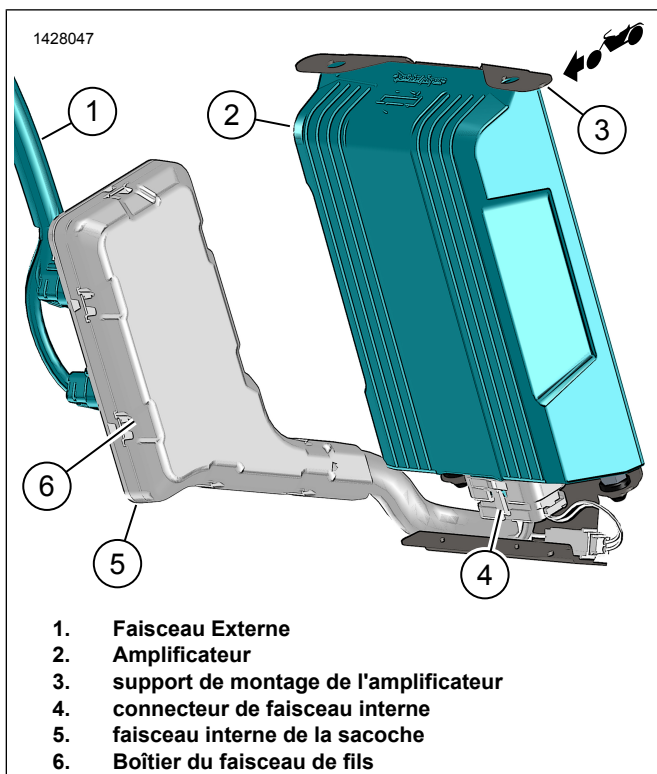
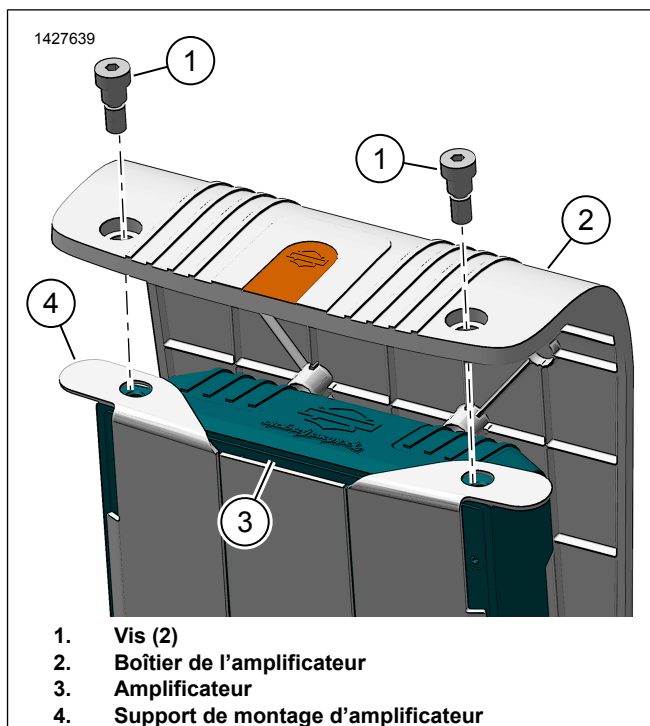

Figure 7. Assemblage de l'amplificateur de la sacoche droite
Figure 9. Boîtier de l'Amplificateur
6. Voir la Figure 7. Connectez le connecteur de faisceau interne (4) à l'amplificateur (2).
7. Installez l'amplificateur (2) dans le support de montage de l'amplificateur (3).
8. Voir la Figure 9. Installez le couvercle de l'amplificateur (2).
9. Installez les vis (1). Serrer.
10. Voir la Figure 7. Installez le boîtier du faisceau de fils (6).
Voir la Figure 7. Assurez-vous que le faisceau de fil s'étend dans la zone sous l'amplificateur sans fixation ou pliage. Le faisceau ne doit pas tirer le couvercle du faisceau métallique (6) du faisceau interne (5).